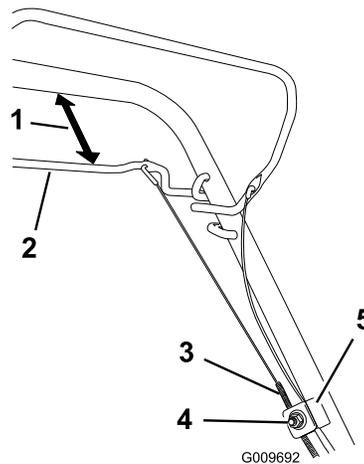

Figura 32
1. Allentate il dado del supporto cavo (Figura 32).
2. Mantenete la barra della trazione automatica a una distanza compresa tra 25 e 38 mm dalla stegola (Figura 32).
3. Abbassate la guaina del cavo (verso la macchina) fino a tendere il cavo (Figura 32).